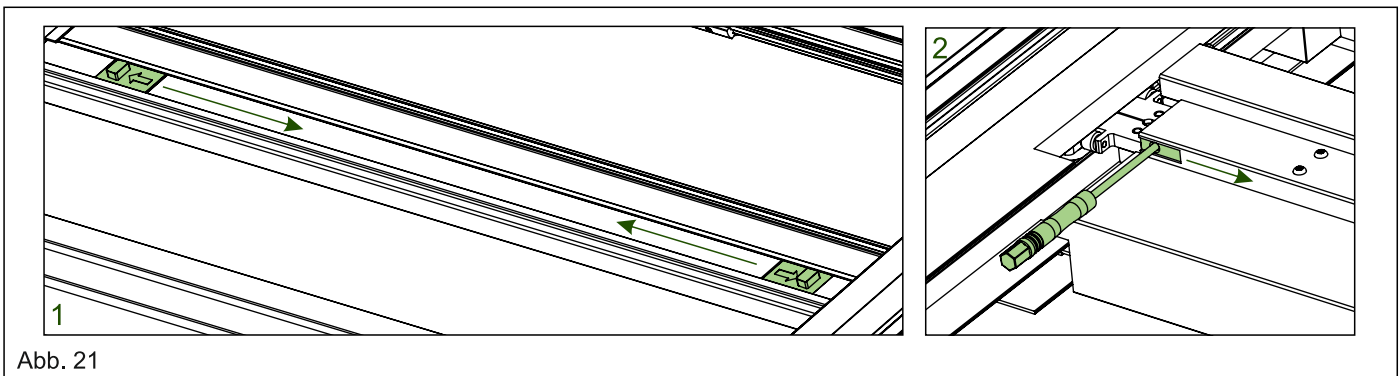

Abb. 21
22. 1. Schieben Sie das Markisenprofil nach hinten um die Stopper des Deckenprofils zu entriegeln und entfernen Sie das Deckenprofil. 2. Entfernen Sie hiernach Markisenprofil 1, indem Sie einen Schraubendreher seitlich in eine der Öffnungen des einziehbaren Halteelements einführen. Ziehen Sie dieses manuell zurück, um das Profil nach unten herauszunehmen. (Siehe Abb. 21)